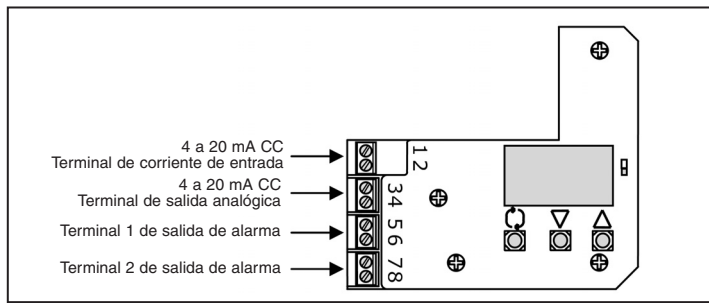

Fig. 9
- Conecte el cableado de corriente de entrada desde un medidor de ajuste (controlador) y cada cableado de salida siguiendo la fig. 9.